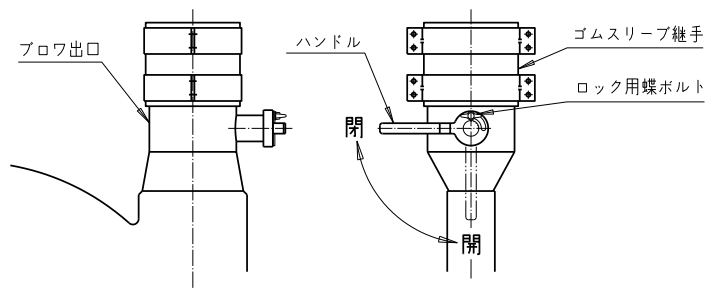

図2 ダンパ
- (1) 風量調整はダンパで可能です。調整をハンドルで行い、その位置はロック用蝶ボルトで固定できます(図2)。